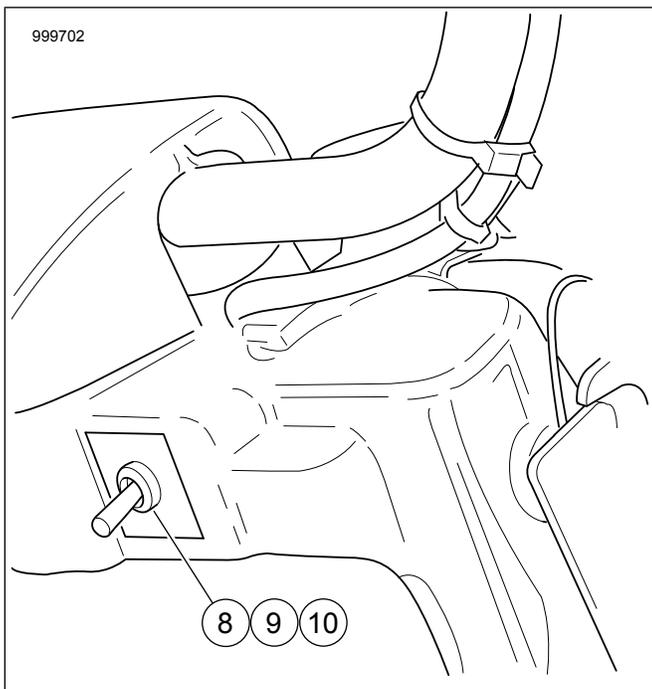

Figura 6. Posizione dell'interruttore per modelli senza carenatura
a. Vedere la figura 6. Installare dado (8), etichetta (9) e interruttore (10) nel foro di accesso di destra.
b. Collegare il cablaggio, che si trova sotto la nacelle del faro anteriore, all'interruttore (10). Vedere il manuale di manutenzione.